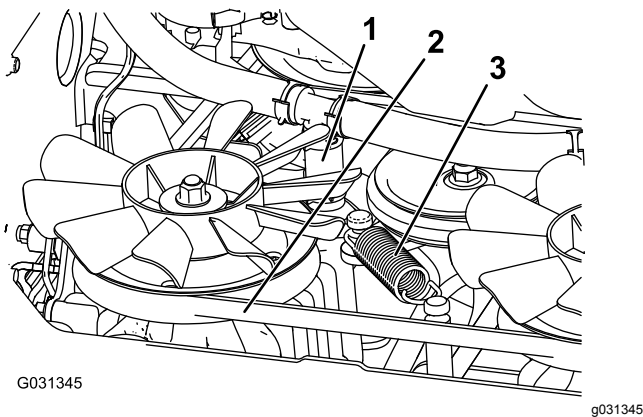

Bild 68
- Entfernen Sie den unteren Hydraulikschlauch (**Bild 68**).
6. Entfernen Sie die Spannfeder (Bild 68).
7. Nehmen Sie den Mähwerkriemen von der Kupplung und dem Kupplungsanschlag ab (Bild 68).